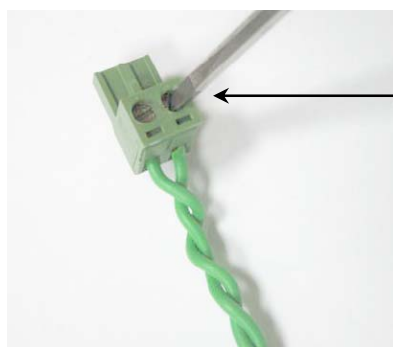

Bild 1.40
- På den plats där kantswitchen är placerad ska du klippa bort lös kantkabel så att båda kablarna blir lika långa, och därigenom tar du bort överflödigt kabel. Skala av 5 mm av isoleringen från kabeländan. Sätt i kabeländan i det fria hålet i kopplingsdonet och dra åt skruvarna så som bild 1.40 visar.